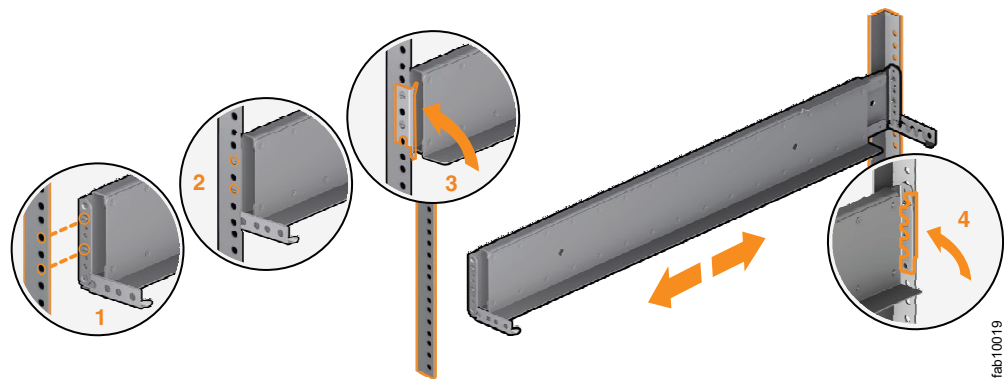

図 36. ヒンジ・ブラケットを閉じる
9. 後部のヒンジ・ブラケットを閉めて、レールをラック・キャビネット・フランジに固定します。 (図 36 を参照)。
11. 前部のヒンジ・ブラケットを閉めて、レールをラック・キャビネット・フランジに固定します。 (図 36 を参照)。